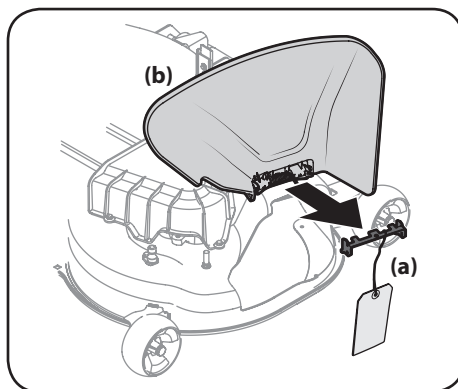

Figura 2-3
4. Inspeccione la plataforma de corte para ver si hay una traba de seguridad (a) que puede estar sujetando el deflector del canal (b) hacia arriba para el envío. Si hay una traba de seguridad (a), se la debe extraer antes de hacer funcionar el tractor. Sosteniendo el canal deflector (b) totalmente hacia arriba, extraiga la traba de seguridad (a). Baje el canal deflector (b) y descarte la traba de seguridad (a). Consulte la Figura 2-3.